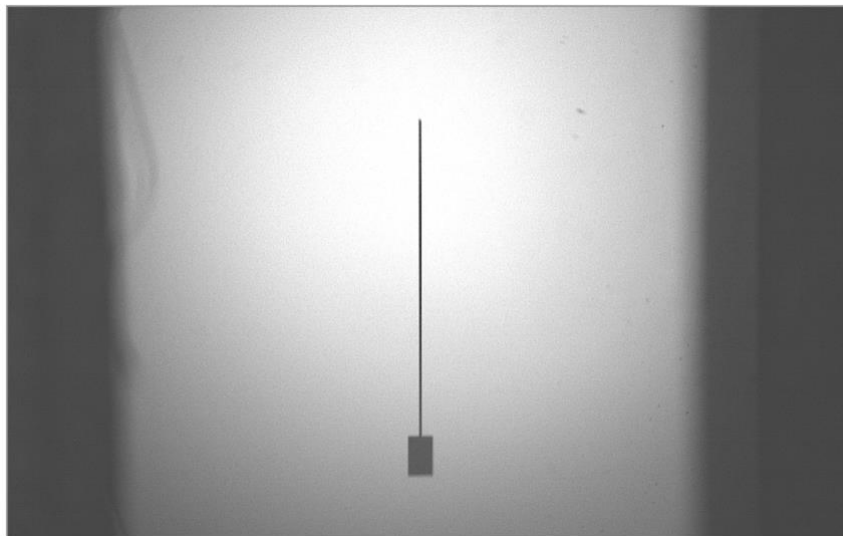

Figure 2. L'aspect de la fente de 32 microns de large, vue depuis une caméra de guidage à grand capteur (modèle ZWO ASI174MM Mini).
À l'extrémité de chaque fente, un élargissement d'un facteur 10 sur une longueur de 0,5 mm a été ajouté (voir figure 2). Cet élargissement a deux fonctions : (1) fournir plus d'informations sur les conditions d'utilisation de l'instrument (niveau de turbulence atmosphérique, rendement instrumental, qualité des réglages, évaluation de la réponse instrumentale) ; (2) permettre l'acquisition de données spectrophotométriques facilitant l'étalonnage des spectres en valeur de flux absolu.